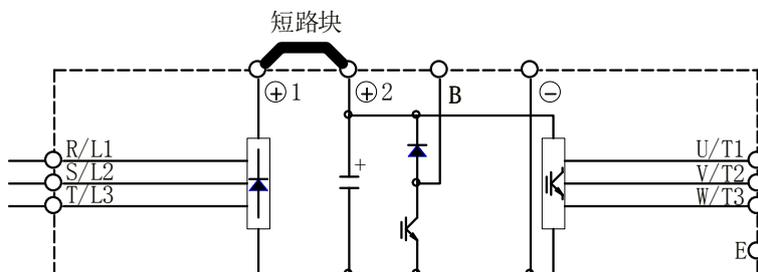

图 4.13 短路块的连接图
2) 如不使用直流电抗器，请不要取下短路块，否则电梯一体化驱动控制器不能正常工作。短路块的连接见图 4.13。